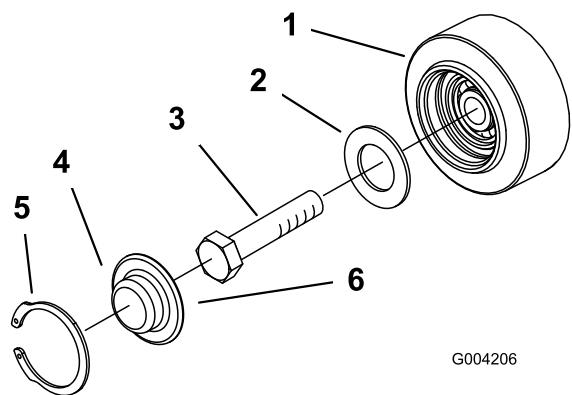

Figura 46
| <p>3. Rimuovere l'anello elastico e il tappo da una ruota non motrice (Figura 46).</p> | |
4. Controllare il grasso sotto il tappo e attorno alla guarnizione (Figura 46). Se risulta sporco, sabbioso o consumato, eliminarlo completamente, sostituire la guarnizione e applicare del grasso nuovo.
6. Collegare il tappo ingrassato della ruota non motrice sulla testa del bullone (Figura 46).
7. Fissare il tappo della ruota con l'anello elastico (Figura 46).